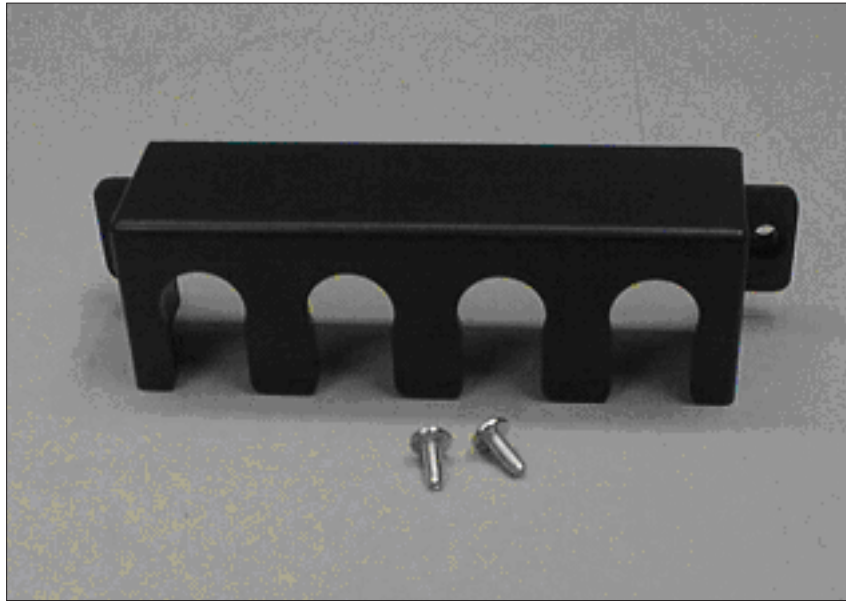

Figura 18. Hardware de Suporte de Retenção de Cabos de Energia do 2145 UPS-1U
2. Remova o suporte e os dois parafusos (mostrados na Figura 18 na página 26) do pacote.